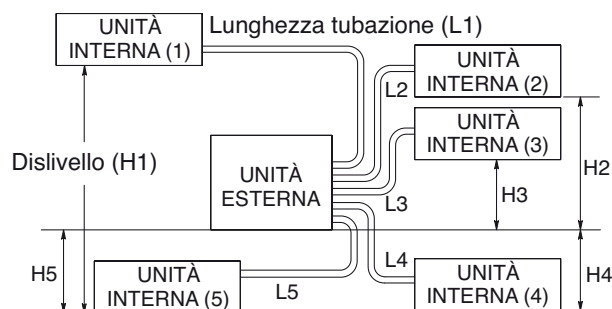

Fig. 3a
- Installare l'unità rispettando il massimo dislivello (H1, H2, H3, H4, H5) sopra o sotto l'unità esterna con tubazioni di lunghezza (L1+L2+L3+L4+L5) totale indicata in Fig. 3a e Tabella 3.